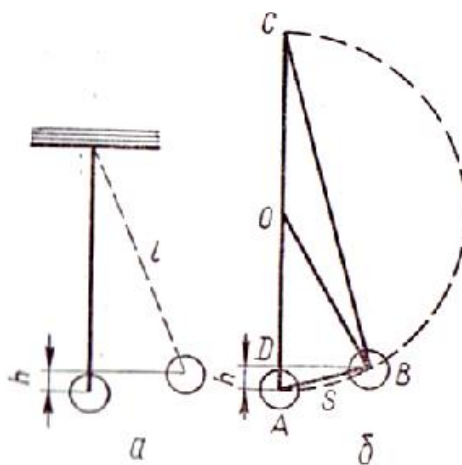

рис.2
Для выполнения работы соберите установку. Динамометр укрепляется в лапке штативе. Фиксатором 1 показаний динамометра служит пластинка из пробки рис. 2. пластинку из пробки надрезают ножом до середины и насаживают на проволоочный стержень динамометра. Фиксатор должен перемещаться вдоль стержня с малым трением.
5. Высоту подъема шара определите по максимальному отклонению s от положения равновесия (см. рис.2).